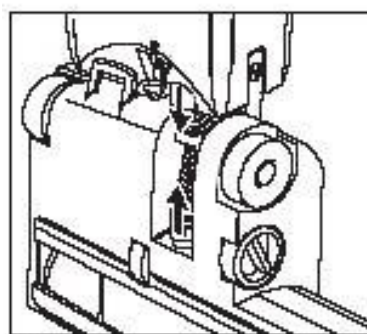

图12
- 一 通过拉出两端，拆下连接软管。清除堵塞物。（图 12）